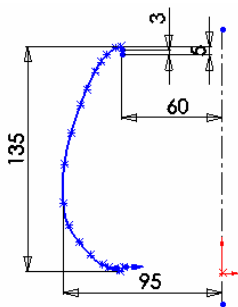

图 8-113 绘制的草图
① 设置基准面。在左侧“FeatureManager 设计树”中用鼠标选择“前视基准面”，然后单击“标准视图”工具栏中的“正视图”图标，将该基准面作为绘制图形的基准面。
② 绘制草图。单击“草图”工具栏中的“中心线”图标按钮，绘制一条通过原点的竖直中心线；单击“草图”工具栏中的“样条曲线”图标按钮和“直线”图标按钮，绘制如图 8-113 所示的草图并标注尺寸。
③ 旋转曲面。选择菜单栏中的“插入”→“曲面”→“旋转曲面”命令，或者单击“曲面”工具栏中的“旋转曲面”图标按钮，此时系统弹出如图 8-114 所示的“曲面-旋转”属性管理器。在“旋转轴”一栏中，用鼠标选择如图 8-113 所示中的竖直中心线，其他参考图 8-114 所示。单击属性管理器中的“确定”图标按钮，完成曲面旋转。